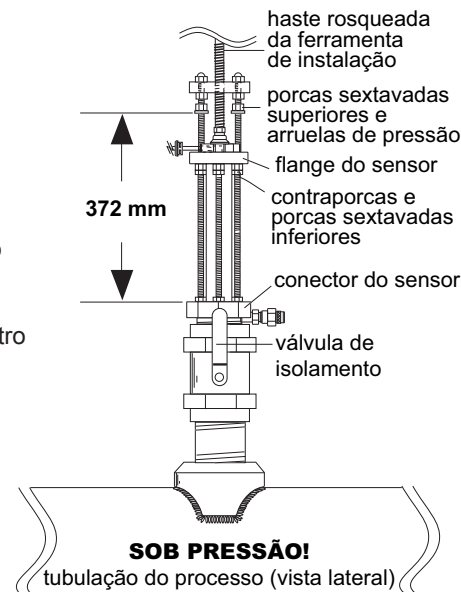

Fig. 17
- B. Atarraxe a ferramenta de instalação e fixe a placa de apoio no lugar da placa protetora do sensor (fig. 17).